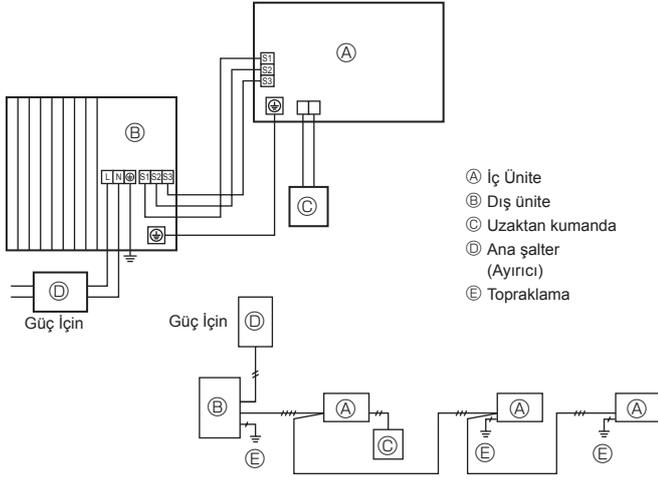
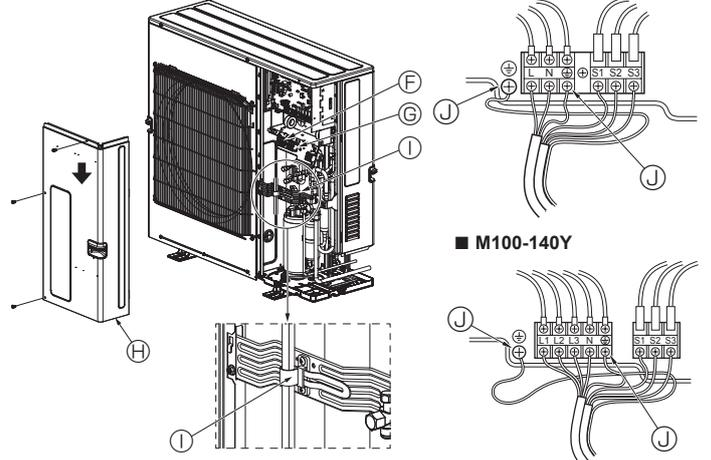

Fig. 6-1
Fig. 6-2
6.1. Dış ünite (Fig. 6-1, Fig. 6-2)
- 2 Fig. 6-1 ve Fig. 6-2'ye bakarak kabloları bağlayın.